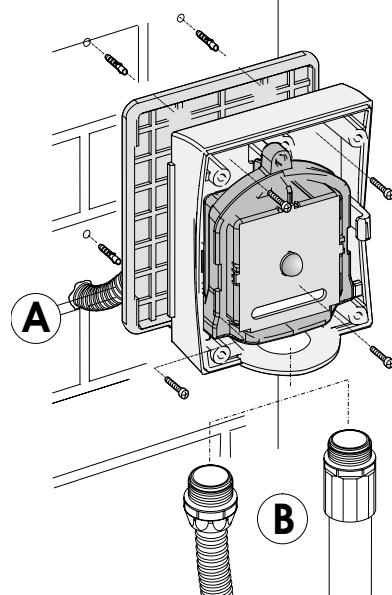

Fig. 2
- Au mur, à l'aide d'un tube à enca斯特rement (fig.2- réf. A) ou avec un tube/gaine externe (fig.2- réf.B).
- En pared con tubo que se encaja (fig. 2 – ref. A) o con tubo/vaina externos (fig. 2 – ref. B).
- Wandmontage mit unter Putz verlegtem Installationsrohr (Abb. 2- Pos. A) oder mit Installationsrohr/Kabelmantel auf Putz (Abb. 2-Pos. B).